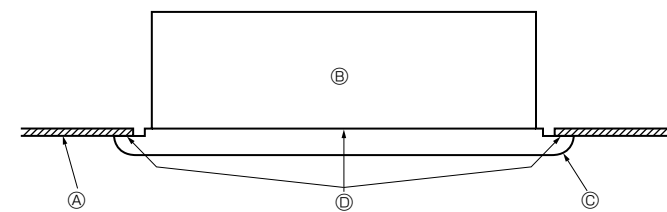

Рис. 5-6
- Далее затяните крепежные болты ② и крепежные винты ③ в трех местах в центре.
- И наконец затяните крепежные болты ② в четырех местах слева и справа.
- На этом этапе убедитесь в отсутствии щелей между внутренним прибором и передней панелью, а также между передней панелью и поверхностью потолка. Наличие щелей может привести к попаданию ветра, что, в свою очередь, может вызвать капание воды. (Рис. 5-6).
- \* Плотно затяните крепежные болты ② и крепежные винты ③.
5.4. Контрольные проверки после установки (Рис. 5-6)